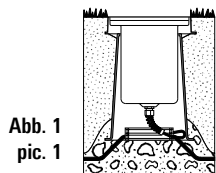

Abb. 1
- 1) In Park- und Gartenanlagen (Abb. 1)